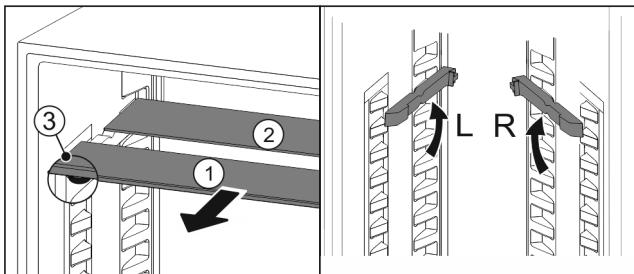

Fig. 54
- Skleněné desky jednotlivě vytáhněte dopředu Fig. 54 (1).
- Skleněná deska Fig. 54 (1) s ozdobnou lištou leží vpředu.
- Zarážky Fig. 54 (3) směřují dolů.